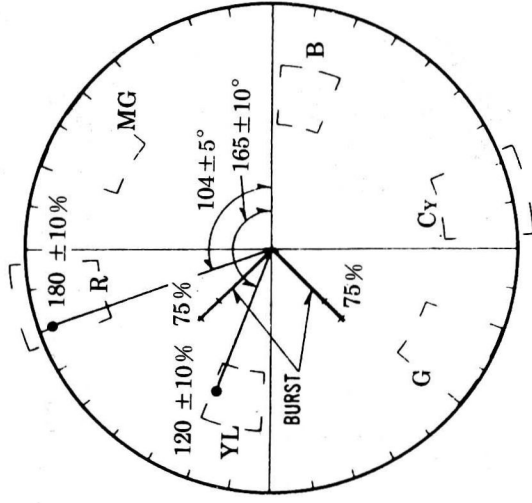

图 61
调整值: 如图 61 所示
② 拍摄彩条卡;
③ 给矢量仪输入视频信号;
④ 调整色度控制 (VR303 和 VR324)、R-Y 增益控制 (VR316) 和 B-Y 增益控制 (VR317), 使每一色度矢量如图 61 所示;
⑤ 移去 TP4、TP5 和 TP6 之间的跳线。